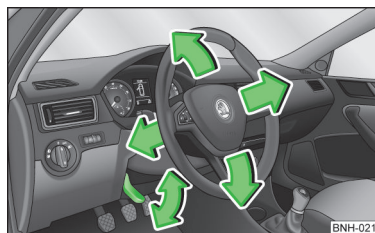

Fig. 2
- Girar la palanca situada debajo del volante hacia abajo » fig. 2.